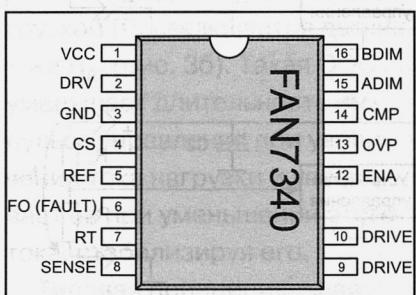
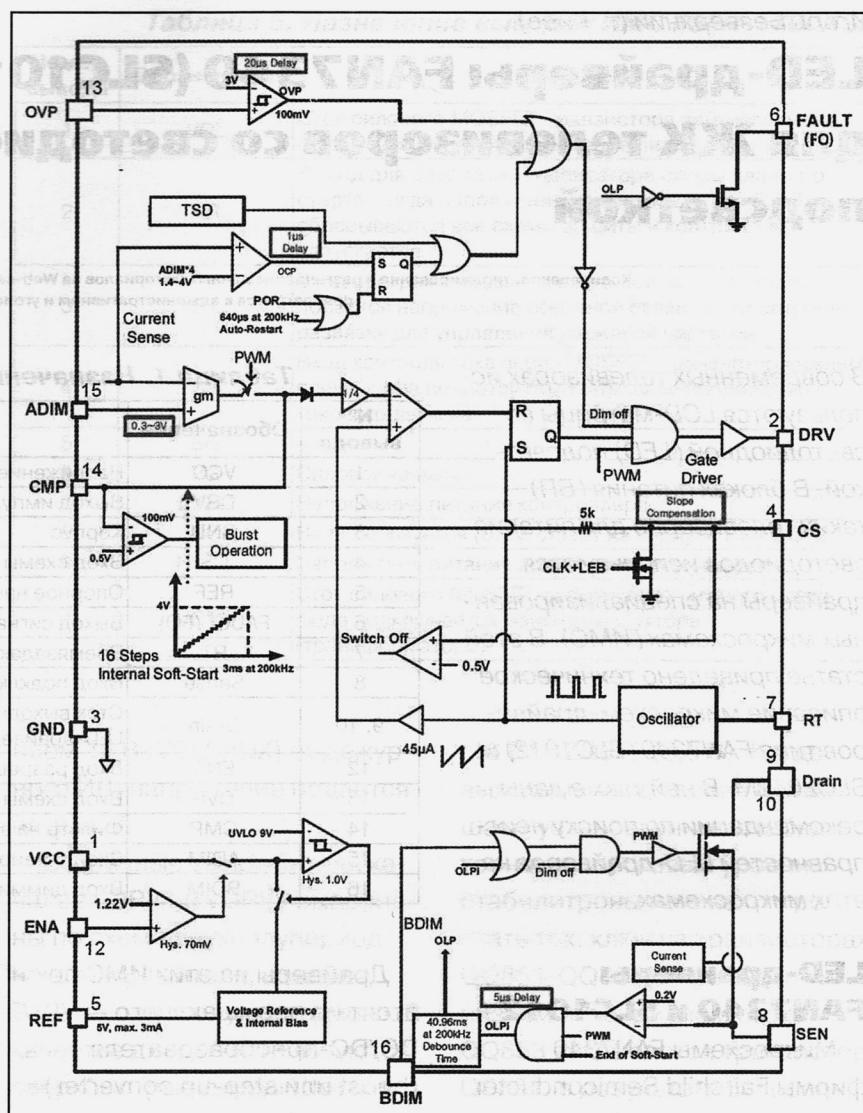
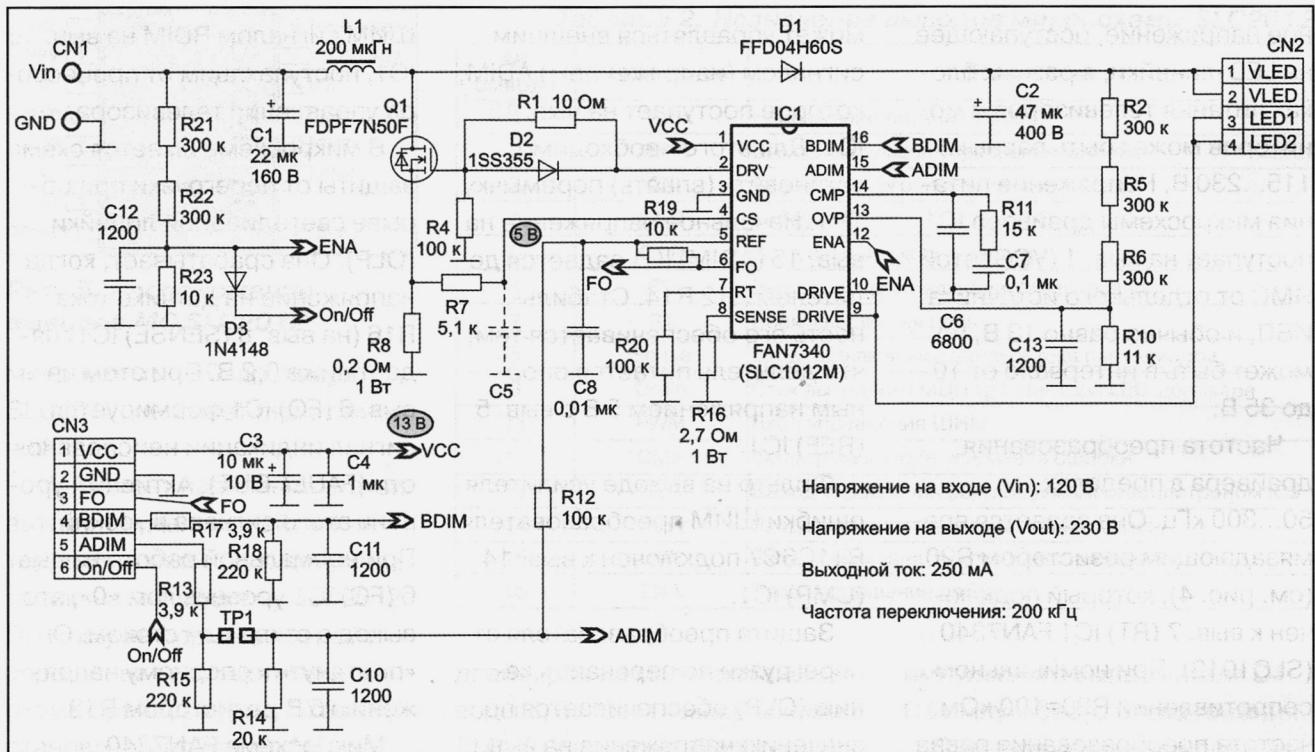

Рис. 1. Расположение выводов МС FAN7340 (SLC1012)
Рис. 2. Функциональная схема микросхемы FAN7340 (SLC1012)
Рис. 4. Типовая принципиальная схема LED-драйвера на микросхеме FAN7340 (SLC1012)
Микросхема FAN7340 (SLC1012) изготавливается в корпусе для поверхностного монтажа типа SOIC16, в котором отсутствует вывод 11 (рис. 1). Размеры этого корпуса без учета выводов 10 x 4 x 1,5 мм, шаг выводов 1,27 мм. Назначение выводов микросхемы FAN7340 (SLC1012) приведено в таблице 1, а функциональная схема — на рис. 2.
Типовая принципиальная схема LED-драйвера на микросхеме FAN7340 (SLC1012) приведена на рис. 4. Драйвер, со-
Микросхема FAN7340 (SLC1012) содержит устройство управления ключом Q1 и схему управления яркостью свечения (диммер) светодиодов методом ШИМ со стабилизацией тока нагрузки (светодиодной линейки). На выходе ШИМ диммера в микросхему интегрирован мощный ключ на МДП транзисторе (см. рис. 2).
Включение драйвера осуществляется подачей на схему напряжения питания V_{in} (см. рис. 4). Из этого напряжения с помощью делителя напряжения R21 R22 R23 формируются сигналы (команды) разрешения включения (ENA) микросхемы IC1 и включения (On/Off) для процессора управления телевизора. Сигнал On/Off выводится с платы ИБП через контакт 6 CN3, а сигнал разрешения ENA поступает на вывод 12 IC1 (рис. 4). Активный уровень обоих сигналов — высокий (2...5 В). Компаратор схемы разрешения (рис. 2) сравнивает напряжение на выводе 2 микросхемы с опорным напряжением 1,22 В и обеспечивает включение питания внутри ИМС.
Частота преобразования драйвера в пределах 50...300 кГц. Она задается времязадающим резистором R20 (см. рис. 4), который подключен к выв. 7 (RT) IC1 FAN7340 (SLC1012). При номинальном сопротивлении $R20=100\text{ к}\Omega$, частота преобразования равна $200 \pm 10\text{ кГц}$.
Диммер микросхемы драйвера IC1 FAN7340 (SLC1012) имеет встроенный ключ на МДП транзисторе, сток которого подключен к выв. 9, 10 (DRIVE) IC1. Между выходом преобразователя и выводами стока подключаются LED-линейки, а между истоком МДП транзистора (выв. 8 (SENSE) IC1 и корпусом вне микросхемы подключен датчик тока светодиодов R16. Сигнал с этого датчика поступает на инвертирующий вход усилителя ошибки (см. рис. 2), участвуя в ООС, которая обеспечивает стабилизацию тока LED-линейки методом ШИМ. Регулировать этот ток можно изменением режима